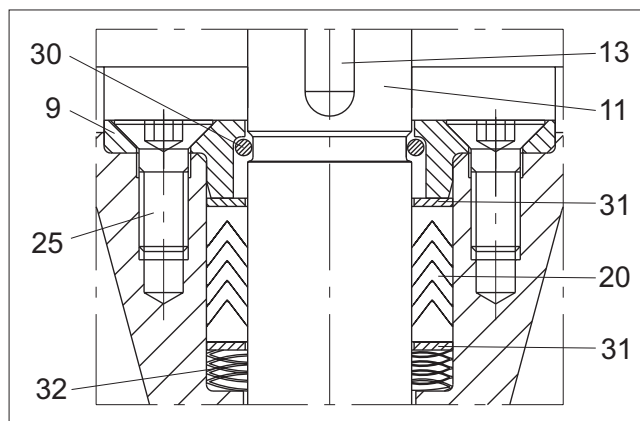

Fig. 18 Bøsningsspakning
Ved bøsningsspakning, V-ringsæt (20), sikres tætheden ved tryk fra bølgefjederen (32). Se fig. 18